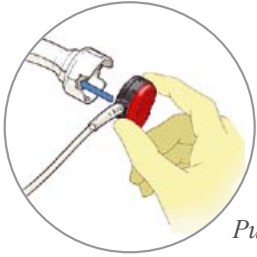

Рисунок 6
- Вставьте инъекционный порт Velocity с присоединенным катетером, кольцом привода в разблокированном положении и красной защитной пластиной в приемник аппликатора и убедитесь, что предохранительная пластина позиционирована по направлению от аппликатора, и корпус соединительной трубки входит в один из направляющих пазов. При корректном введении порта в аппликатор слышен щелчок (Рисунок 6).